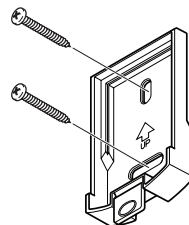

Figure 2
3. Utilisez les deux vis et les dispositifs d'ancrage au mur (fournis) pour installer la plaque murale sur une surface solide (voir la Figure 2). Assurez-vous qu'il y a suffisamment de place au-dessus de la plaque de montage pour permettre de glisser le luminaire vers le bas sur la plaque de montage.